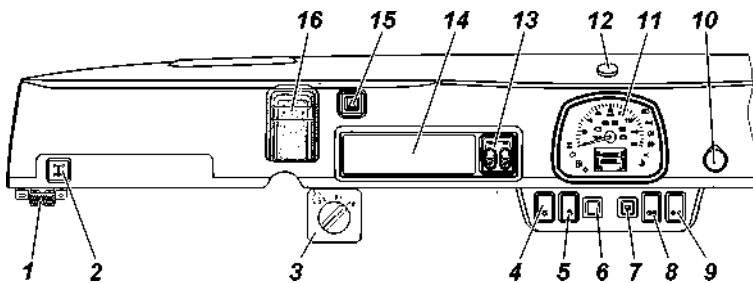
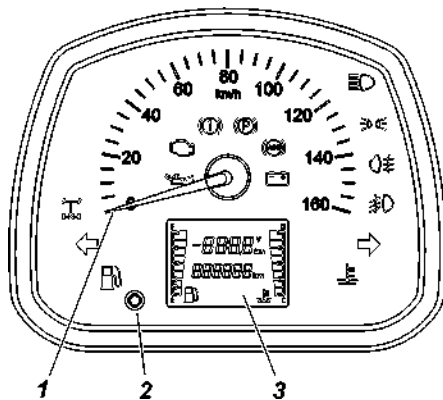

Рис. 3.3. Панель приборов (наименование позиций см. в тексте)
Рис. 3.4. Комбинация приборов (наименование позиций см. в тексте)
- 1 -панель приборов (рис. 3.3);
На панели приборов (рис. 3.3) расположены:
На рис. 3.4 изображена комбинация приборов.
Для включения блокировки нажмите и удерживайте кнопку 2 на панели приборов (рис.3.3) до включения сигнализатора  блокировки дифференциала заднего моста (рис. 3.4).
автоматическое отключение АБС, в результате чего загорается сигнализатор  неисправности АБС и сигнализатор  неисправности электронного регулятора тормозных сил (EBD) (рис. 3.4). **В связи с тем, что сигнализатор EBD совмещен с сигнализатором неисправности рабочих тормозов, допускается эксплуатация автомобиля с включенным сигнализатором неисправности тормозов красного цвета только при активной блокировке дифференциала.**
Ручное выключение блокировки возможно в любой момент повторным нажатием и удержанием кнопки 2 (рис. 3.3) до выключения сигнализатора  блокировки дифференциала заднего моста (рис. 3.4). Кроме этого, выключение происходит автоматически при выключении зажигания, или при превышении скорости 30 км/час. После выключения блокировки сигнализаторы ,  и  в комбинации приборов (рис. 3.4) гаснут.
-антенна ГЛОНАСС/GPS 12 (рис. 3.3) установленная на панели приборов .